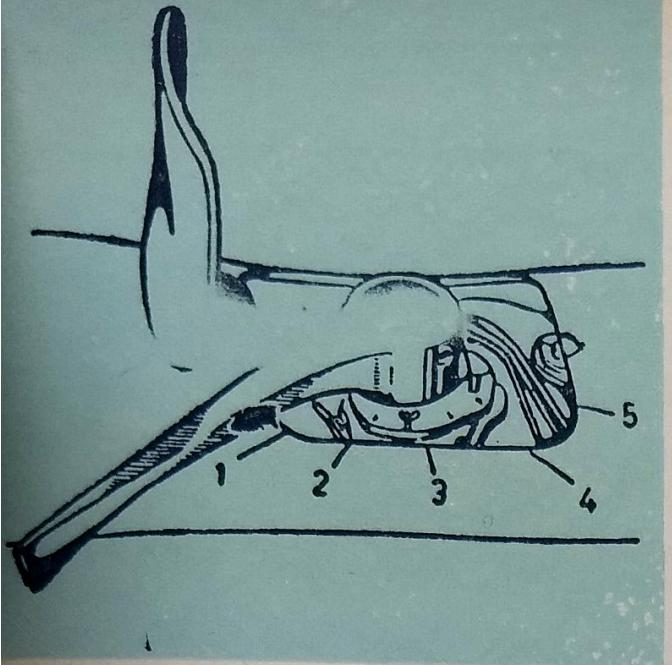

Fig. 63
- colocar en la máquina el grupo de discos o "cammes" (fig. 63);
- con la aguja en alto, llevar la manilla a la posición 1 (manilla completamente a la izquierda (fig. 63)).